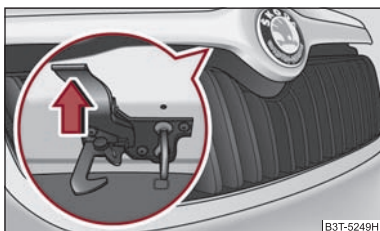

Fig. 13 Rejilla del radiador: Palanca de seguridad
- Tirar de la palanca de seguridad ⇒ **fig. 13**, se desbloquea el capó del vano motor.